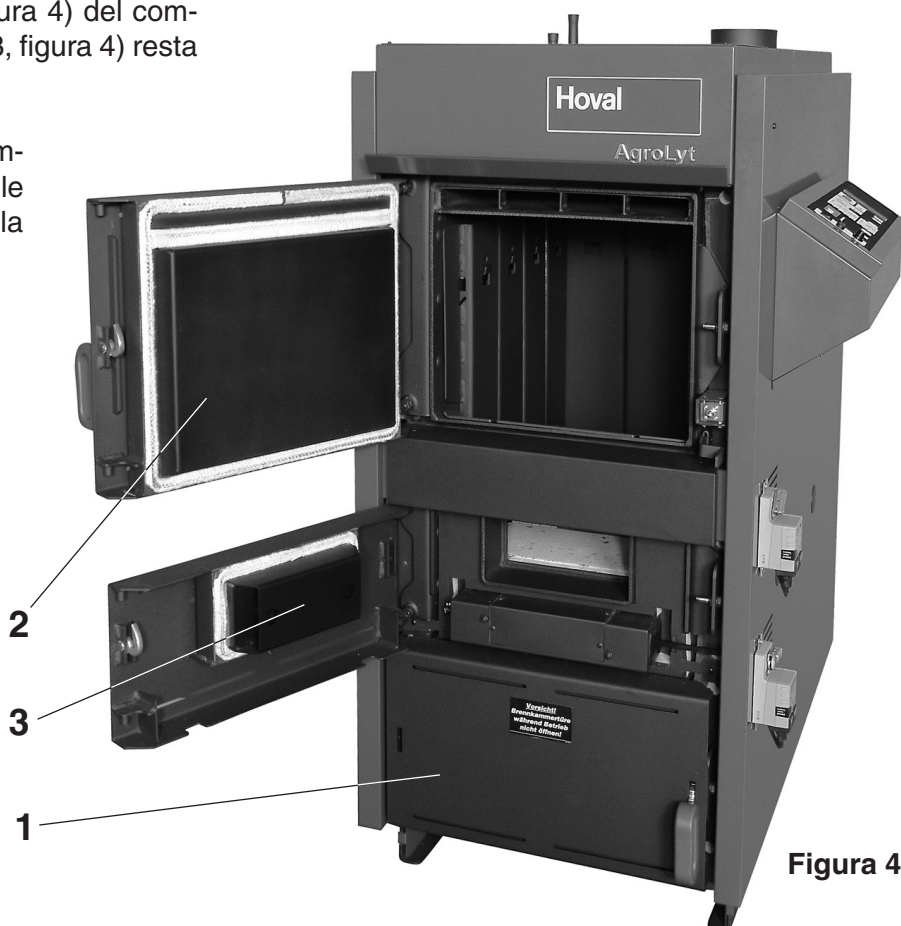
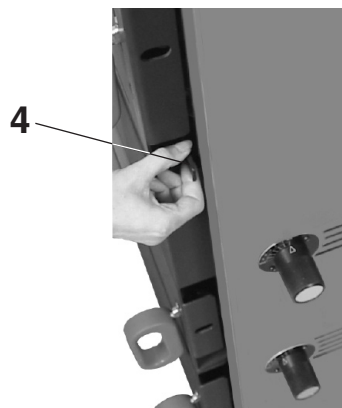

Figura 4
Figura 5
- È chiusa la camera di combustione e la porta per estrarre la cenere (1, figura 4)?
2. Aprire la porta di carico (2, figura 4) del combustibile e la porta (3, figura 4) di accensione. (sollevare la leva di sicurezza della porta).
4. Chiudere la porta di carico (2, figura 4) del combustibile. La porta di accensione (3, figura 4) resta aperta.
6. Successivamente chiudere la porta di accensione (3, figura 4). Tutto il resto si svolge d'ora in poi in modo automatico.
1. Aprire la porta di carico (2, figura 4) per il combustibile, in un primo tempo solo per l'ampiezza di una fessura finché non scatti la leva di sicurezza (4, figura 5) della porta. I gas di distillazione a freddo che si muovono verso l'alto vengono quindi estratti attraverso l'apposito canale. Attendere circa 15 secondi. Solo allora aprire completamente la porta di carico del combustibile.
4. Chiudere la porta di carico (2, figura 4) del combustibile. Con la chiusura della porta si avvia la fase automatica di accensione.